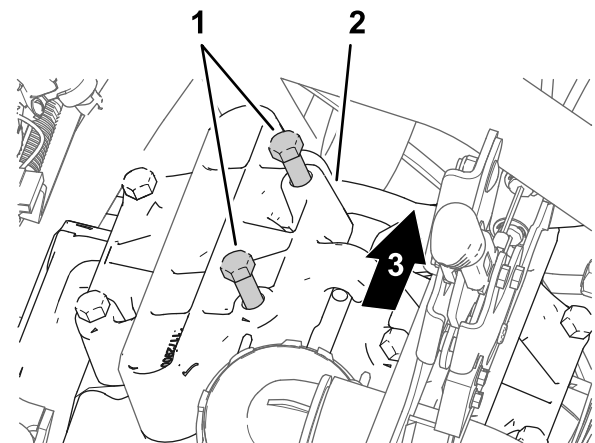

图 175
- 如 图 175 所示在泵头位于 11 点钟的位置松开 2 个螺栓使螺栓头与泵之间具有 710mm 的间隙。